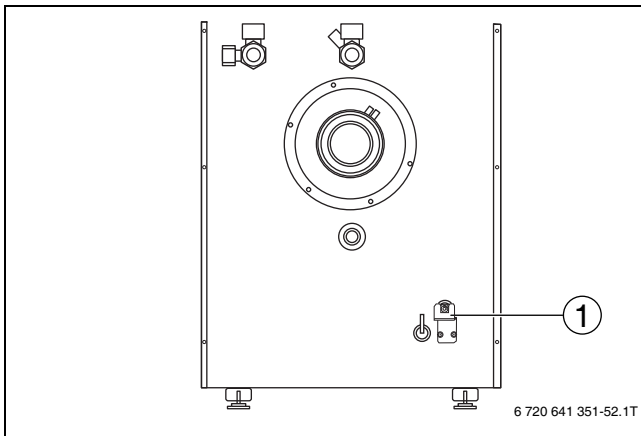

Bild 37 Haltewinkel montieren
- ▶ Haltewinkel (→ Bild 37 [1]) mit den zuvor entfernten Schrauben an der Rückwand montieren.